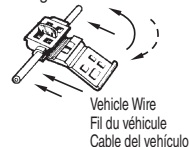
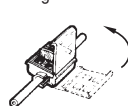
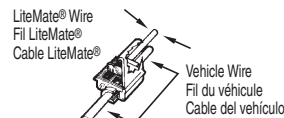

Fig. 2
Fig. 3
Fig. 4
**STEP 1:** Locate lighting system wires in trunk or at rear of vehicle. First, identify individual wires by function. Use a voltage tester. Attach alligator clip of tester to vehicle ground (frame, unpainted bolt, etc.). Put headlight switch in parking light position. Pierce each wire until tester lights. Open hinged side wall of the Scotchlok®. Place identified wire (unstripped) into the run channel (Fig. 1) and close hinged side wall (Fig. 2). Now place the TAIL
(Brown) wire end into the tap port of the Scotchlok® (Fig. 3). Hold pliers perpendicular to the wires and make the connection by crimping the U-Contact down flush with the top of the insulator (Fig. 4). Close outside cover until latched (Fig. 5).
**ÉTAPE 1 :** Repérer les fils du système d'éclairage dans le coffre ou à l'arrière du véhicule. D'abord, identifier chacun des fils selon leur fonction. Utiliser un détecteur de tension. Fixer la pince alligator du détecteur à une prise de masse sur le véhicule (cadre, boulon non peint, etc.). Mettre le commutateur de phares à la position de feu de stationnement. Percer chacun des fils jusqu'à ce que le détecteur s'allume. Ouvrir le connecteur Scotchlok®\* du côté charnière. Placer le fil (non dénudé) identifié au moyen du détecteur de tension dans le conduit d'acheminement (fig. 1) et refermer le connecteur (fig. 2). Ensuite, placer l'extrémité du fil de FEU ARRIÈRE (brun) dans la prise du connecteur Scotchlok®\* (fig. 3). Tenir la pince pour qu'elle soit perpendiculaire aux fils et effectuer la connexion en serrissant le contact en U à égalité avec le dessus de l'isolant (fig. 4). Refermer le couvercle extérieur jusqu'à ce qu'il s'enclenche (fig. 5).
**PASO 1:** Ubique los cables del sistema de luces en el baúl o en la parte posterior del vehículo. Primero, identifique los cables individuales por función. Utilice un tester de voltaje. Conecte el clip cocodrilo del tester en la conexión a tierra del vehículo (chasis, perno despintado, etc.). Gire el interruptor de las luces delanteras a la posición de luz de estacionamiento. Perfore cada cable hasta que se encienda el tester. Abra el conector del Scotchlok®\* del costado de la bisagra. Coloque el cable identificado (sin pelar) en el conducto de suministro (Fig. 1) y cierre el conector del lado de la bisagra (Fig. 2). Ahora coloque el extremo del cable de LUCES TRASERAS (Marrón) en la clavija del conector Scotchlok®\* (Fig. 3). Sostenga las pinzas perpendiculares a los cables y realice la conexión crimpando el contacto en forma de U al nivel de la parte superior del aislador (Fig. 4). Cierre la tapa externa hasta que trabaje (Fig. 5).